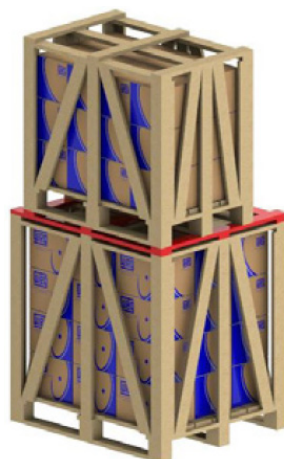

Figura 5.5: Utilización de varas adicionales para apilamiento
4) Para el apilamiento de un volumen menor sobre un volumen mayor, agregue varas transversales entre los mismos cuando el mayor no ofrezca resistencia al peso del menor (ver Figura 5.5 de la página 112). Esta situación normalmente ocurre con los volúmenes de los motores de carcasa por encima de la IEC 225S/M (NEMA 364/5T).